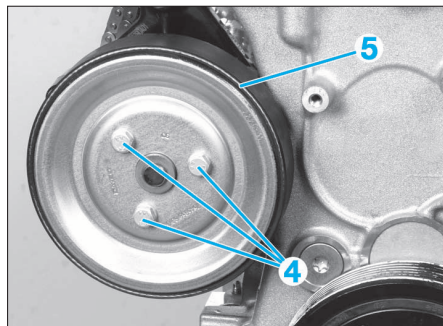

FIG. 25
- Déposer les vis (4) de la poulie (5) (Fig.25).